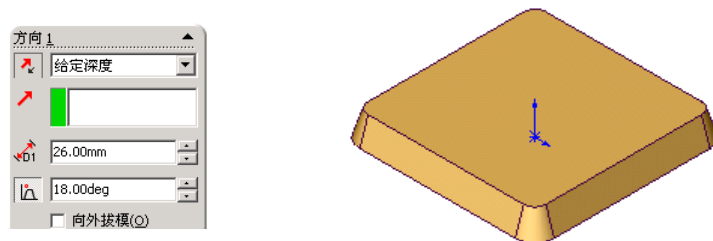

图 1-13 “拉伸”特征
(3) 单击【拉伸凸台/基体】按钮，出现【拉伸】属性管理器，在【终止条件】下拉列表框内选择【给定深度】选项，在【深度】文本框内输入“26mm”，单击【拔模开/关】按钮，在【拔模角度】文本框内输入“18°”，单击【确定】按钮，如图 1-13 所示。